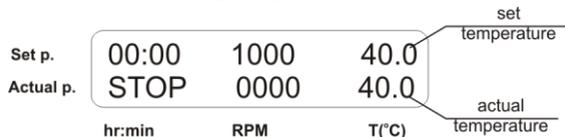

Fig.4 Pannello di controllo in modalità operativa
- 5.8. Mettiamo che il valore del sensore indipendente sia di 39 °C, ma la temperatura effettiva visualizzata sul display sia di 40 °C (Fig.4). In questo caso, sarebbe necessario aggiungere 1 °C.